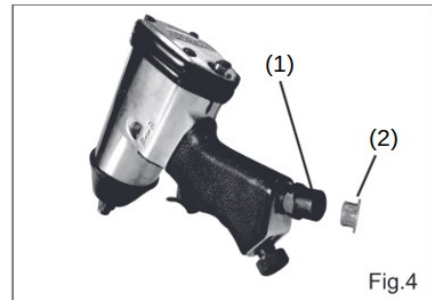

Fig.4
1. Verwijder de kunststof beschermkap (**afb. 4, 2**) om de luchtinlaat (**afb. 4, 1**) te openen.